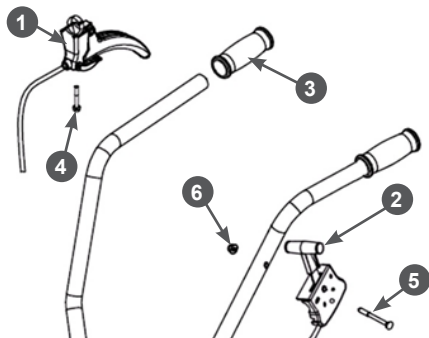

Рис. 8. Установка рычагов сцепления и газа
7. Установите на рабочие рукоятки рычаг 1 сцепления и рычаг газа 2 (Рис. 8). Для установки рычага 1 сцепления выполните следующее: снимите с правой рабочей рукоятки резиновую ручку 3, наденьте рычаг на рукоятку, закрутите до упора винт 4, установите обратно на рукоятку резиновую ручку 3 (Рис. 8). Для установки рычага 2 газа выполните следующее: совместите отверстия в левой рабочей рукоятке и корпусе рычага 2 газа, вставьте в отверстие болт 5 и закрутите гайку 6 до упора (Рис. 8).